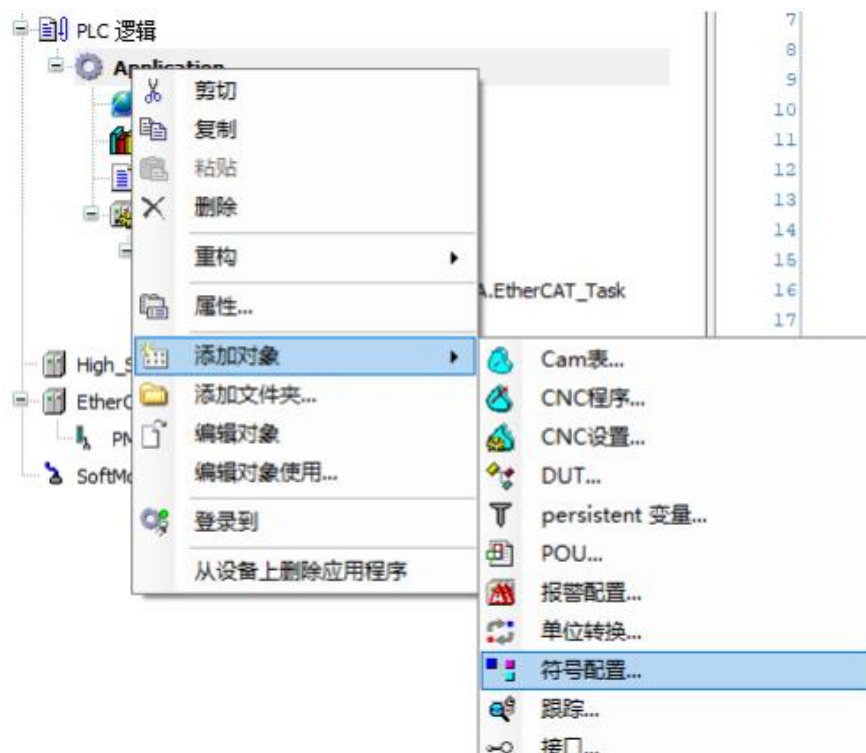

图 13.58 添加“符号配置”
- 3) 添加符号配置表。鼠标右键点击左侧“设备”窗口里的“Application”，选择“添加对象”→“符号配置”，如图 13.58 所示。